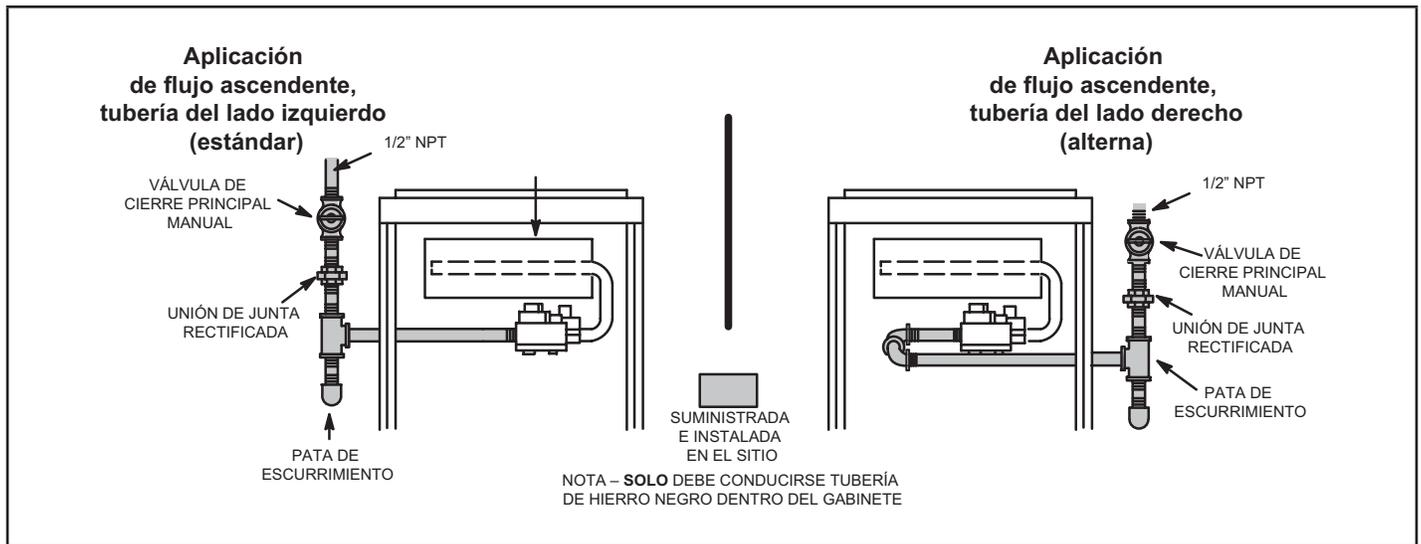
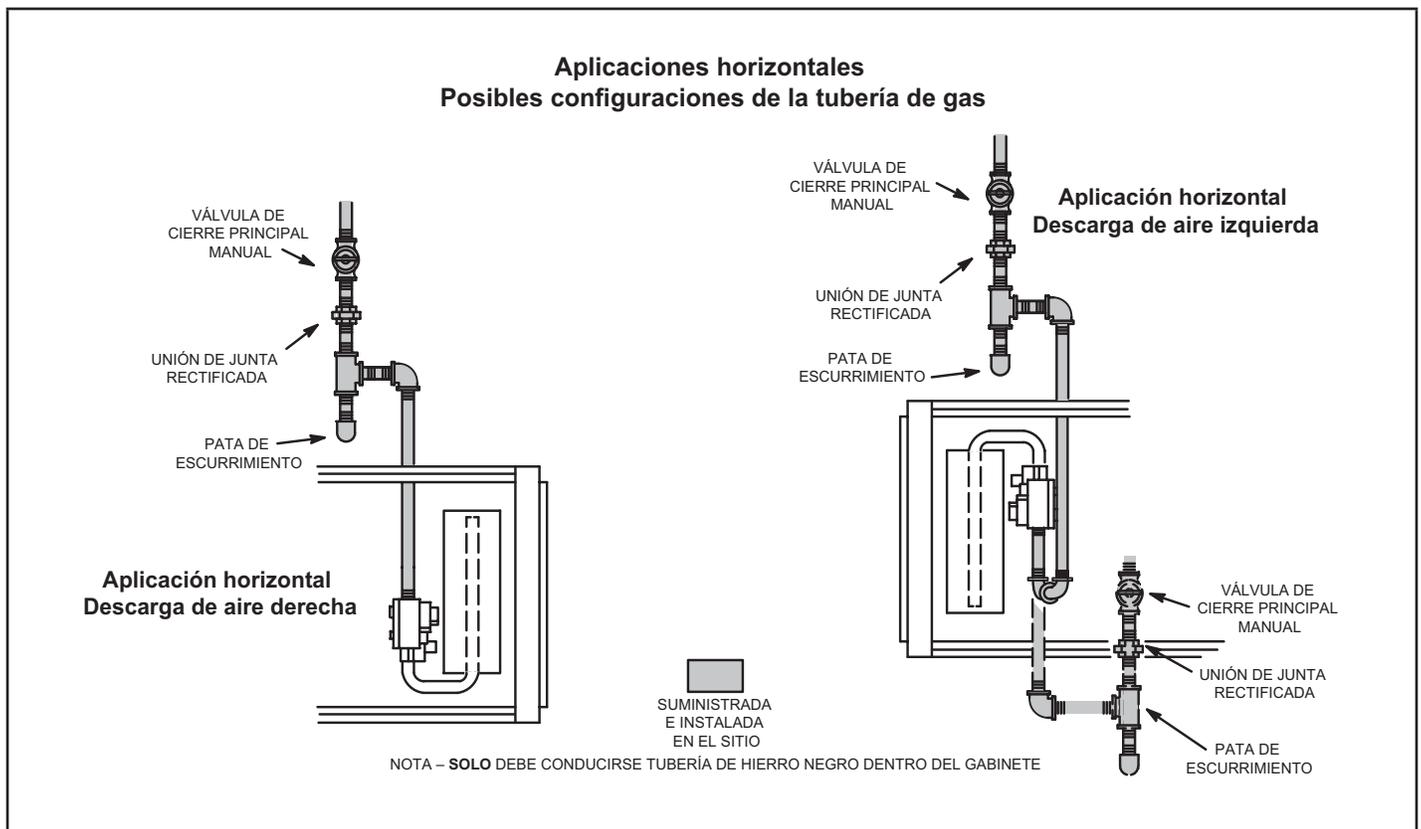

FIGURA 48
FIGURA 49
- 1 - La tubería de gas se puede conducir a la unidad ya sea por el lado izquierdo o derecho en las aplicaciones de flujo ascendente, y ya sea por el extremo superior o inferior en las aplicaciones horizontales. La tubería de suministro entra a la válvula de gas desde el costado de la válvula como se muestra en la FIGURA 48 y FIGURA 49. Conecte la tubería de suministro de gas a la válvula de gas. La torsión máxima es de 800 pulg-libras y la torsión mínima es de 350 pulg-libras cuando se conecte la tubería de gas a la válvula de gas.
- 3 - La tubería de gas no debe tenderse a través de los conductos de aire, canaletas de ropa, chimeneas o ventilación de gas, montaplatos o el hueco del ascensor. Centre la línea de gas en el centro del agujero para tuberías. La línea de gas no debería tocar el costado de la unidad. Ver la FIGURA 48 y la FIGURA 49.